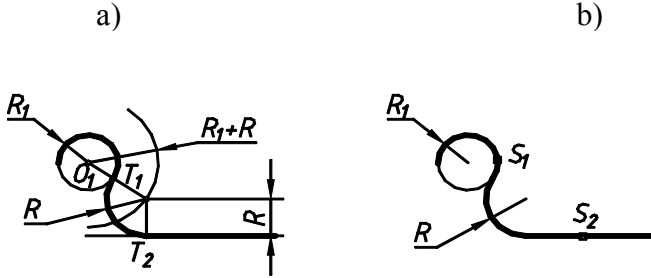

Fig. 3.8
- Construirea racordării exterioare a cercului (arcului de cerc) și dreptei printr-un arc de cerc de rază dată, fig. 3.8.